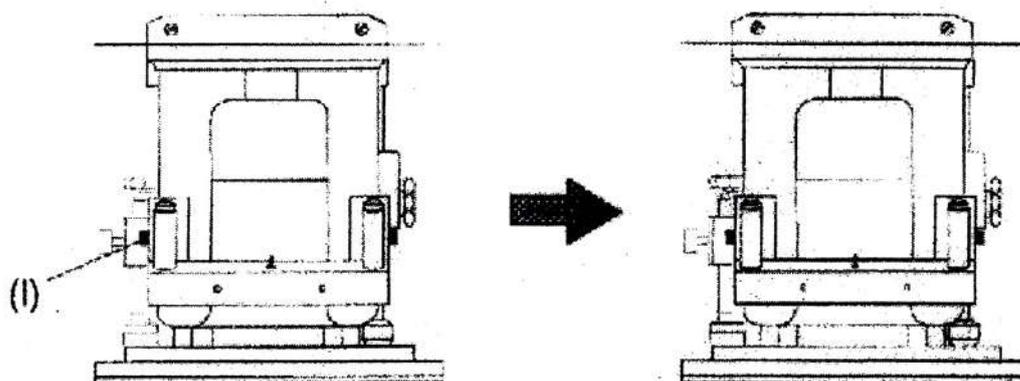

Рис.5
- При нажатии кнопки (I) подвижная головка двигается вправо, как показано на рис.5.